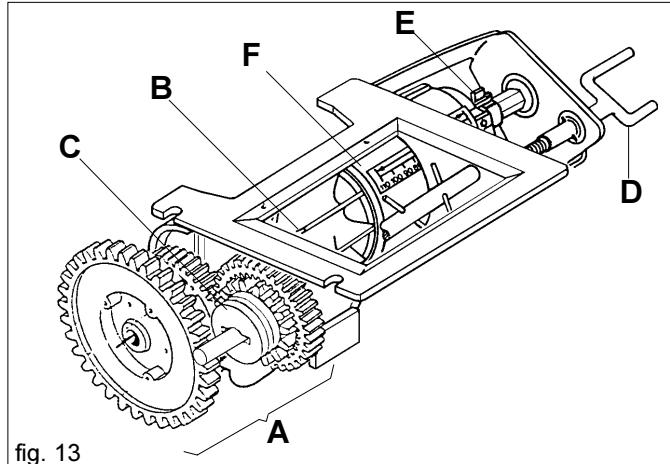
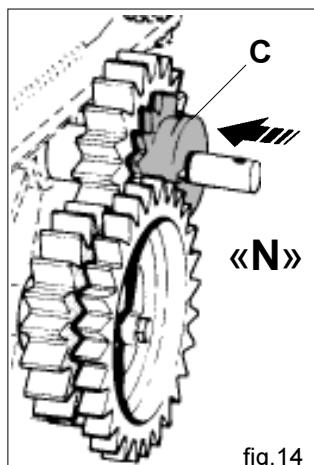

fig. 13
fig. 14
Il dosatore (Fig. 13), organo principale per il funzionamento della seminatrice, è posizionato sotto il serbatoio delle sementi. Riceve il moto dalla ruota di trasmissione per mezzo di ingranaggi (con rapporto proporzionale alla larghezza di lavoro) e catene. Composto da un cambio (A Fig. 13), permette due rapporti di trasmissione al rullo distributore (B) variando la posizione della ruota dentata (C Fig. 13, 14, 15). Nella posizione «N» (Fig. 14), il rapporto al cambio è di 1:1 dettato dalla coppia di ruote dentate Z19; spostando la ruota (C) in «M» (Fig. 15), il rullo distributore dimezzerà i propri giri, in quanto la trasmissione viene composta dalla ruota motrice Z14 e ruota condotta Z28.
L'asta a vite (D) permette di regolare l'apertura della saracinesca (F Fig. 13) in base al valore ricavato dalla tabella e dalla prova di distribuzione (capitolo 3.3.2). L'elemento di riferimento per impostare l'apertura della saracinesca è il punto A (Fig. 19).
La molla di blocco (E Fig. 13, 16) permette di modificare il campo d'apertura della saracinesca e contemporaneamente la portata del rullo dosatore. La posizione «E1» (Fig. 16) consente un'apertura della saracinesca sulla scala graduata da 0 a 110 con la massima capacità di distribuzione del rullo dosatore; viceversa nella posizione «E2» un'apertura della saracinesca da 0 a 25 e con una riduzione della portata del rullo.
La quantità di semente che deve essere distribuita per ettaro, viene regolata dall'apparecchio di dosaggio (Fig. 13) regolando la saracinesca (F) per mezzo dell'asta a vite (D). Le posizioni della scala di dosaggio (rispetto al riferimento A Fig. 19) corrispondono ai valori della tabella di regolazione nella colonna di sinistra (Tabella 4 e 5, pagina 14).